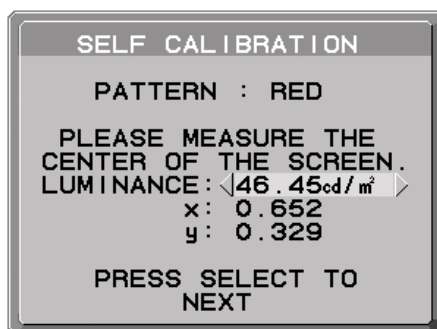

Рисунок S.3
4. Отобразится экран измерений. Измерьте яркость и цветность центра дисплея с помощью внешнего цветоанализатора ближнего диапазона. Введите измеренное значение в LUMINANCE (ЯРКОСТЬ) и CHROMATICITY (ЦВЕТНОСТЬ) с помощью клавиш управления, а затем нажмите SELECT (Рисунок S.3).